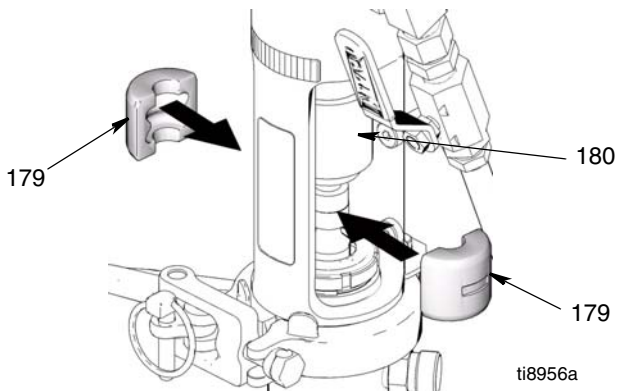

FIG. 17
5. (FIG. 17) Deslice la cubierta del acoplamiento (180) hacia arriba para exponer el eje de la bomba. Instale los acoplamientos del eje (179) sobre el eje.